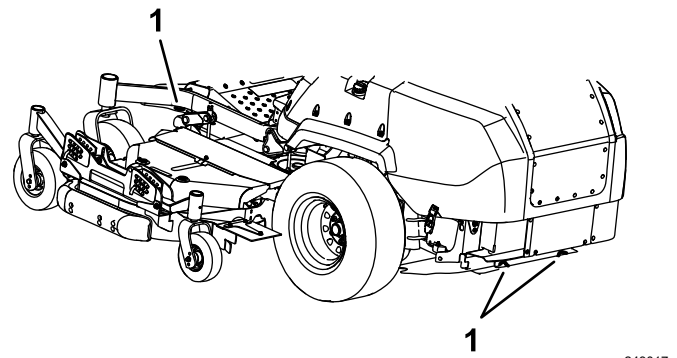

Figure 34
6. Arrimez la machine près des roues pivotantes avant et du pare-chocs arrière à l'aide de sangles, chaînes, câbles ou cordes (Figure 34). Reportez-vous à la réglementation locale concernant les exigences en matière d'arrimage.